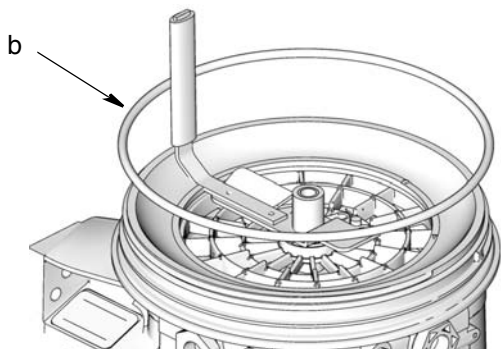

FIG. 3
4. Rimuovere il serbatoio (a) e l'anello di tenuta (b) dal solco della piastra perforata (c) posizionata sulla base del G3 (FIG. 3). Eliminare l'anello di tenuta (b).
1. Lubrificare il nuovo anello di tenuta (3) (incluso nel kit) e installarlo nel solco della piastra perforata (c) (FIG. 3).